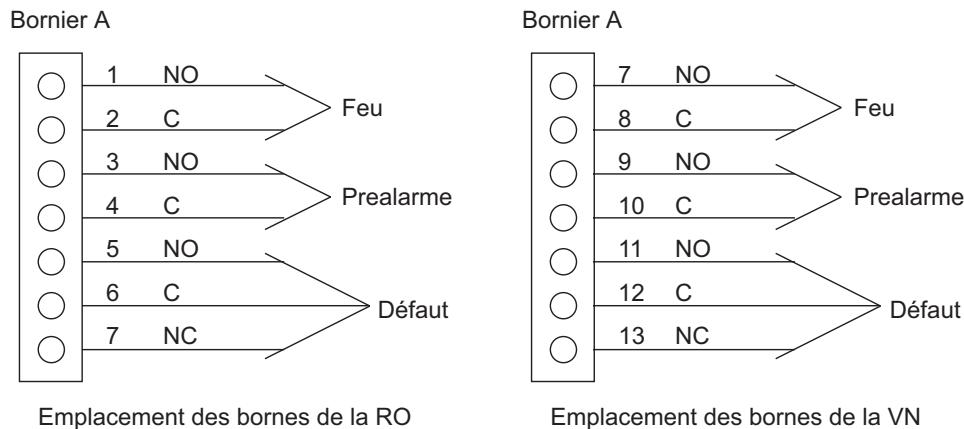

Figure 6-11: Détails de raccordements des câbles des relais
- Brancher les câbles des relais aux bornes comme indiqué à la Figure 6-11 et aux exigences de votre site.